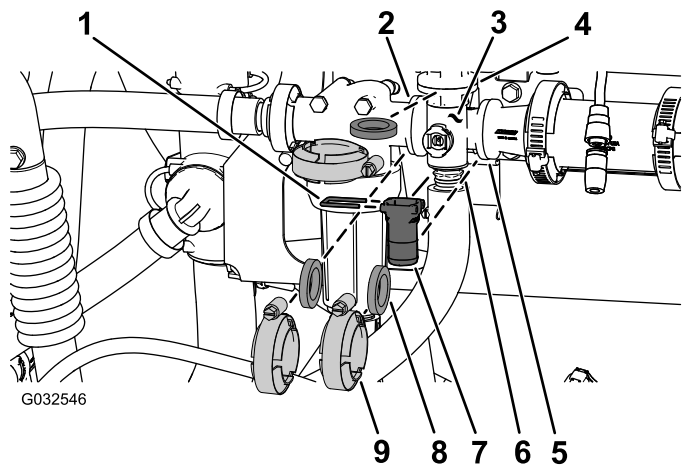

Figura 100
1. Retire las abrazaderas, las juntas, el acoplamiento rápido y el pasador del acoplamiento rápido que sujetan el distribuidor de la válvula de agitación a la válvula de desvío de agitación, la cabeza del filtro de presión, el racor reductor y el acoplamiento del adaptador (válvula de control de agitación), según se muestra en Figura 100.